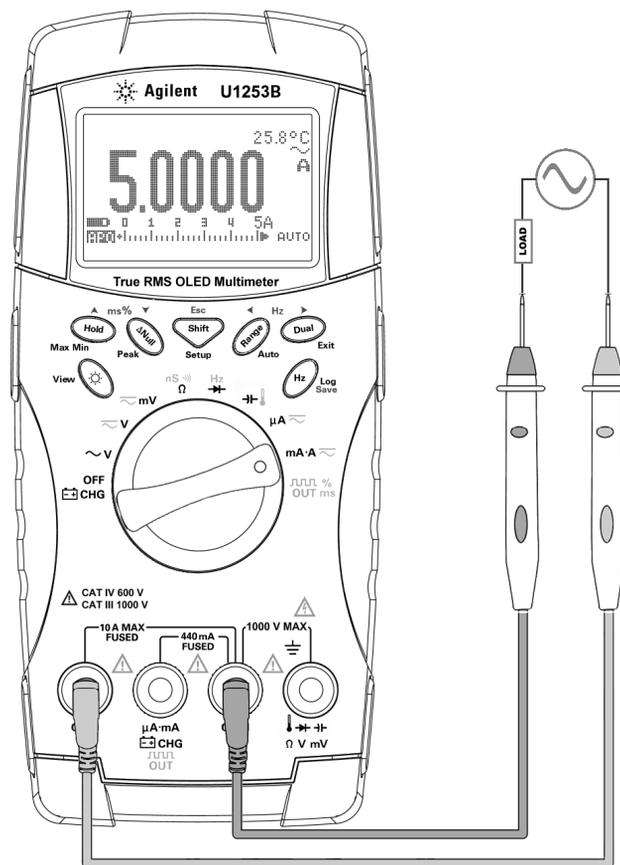

Figura 2-5 Medición de corriente A (amperio)
- 2 Conecte los cables de prueba rojo y negro a las terminales de entrada 10 A **V(rojo)** y **COM (negro)** respectivamente (consulte la Figura 2-5). Cuando el cable de prueba rojo se conecta a la terminal **A (roja)**, el multímetro se configura automáticamente a la medición .